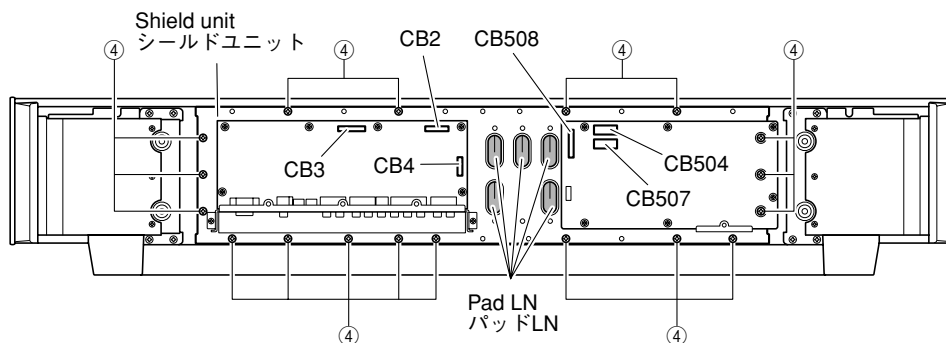

Fig. 3
- Remove 18 screws (④). (Fig. 3)
- Remove CB2, CB3, CB4, CB504, CB507 and CB508. (Fig. 3)
- ④のネジ 18本を外します。(Fig. 3)
- コネクタ CB2~4、CB504、CB507、CB508を外します。(Fig. 3)